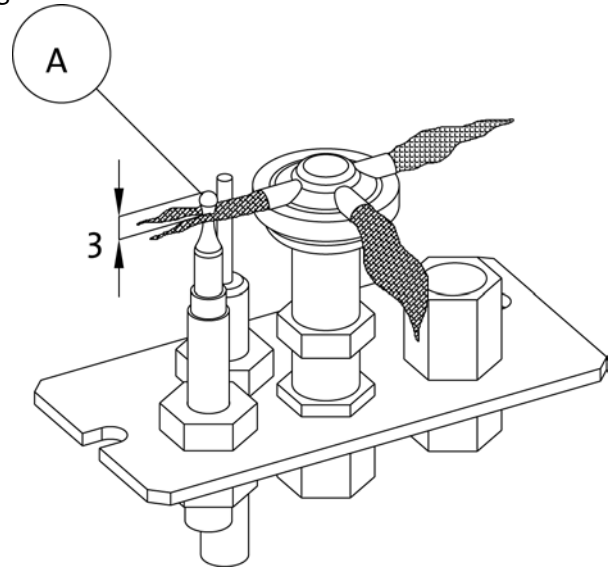

Fig. 9
- Controleer of het thermokoppel tot minimaal 3 mm (1/8") van het topje (fig. 9) wordt ingesloten door de vlam.
10.5 Thermokoppel (fig. 9)
- Controleer of het thermokoppel tot minimaal 3 mm van het topje (zie fig. 9) wordt ingesloten door de vlam.